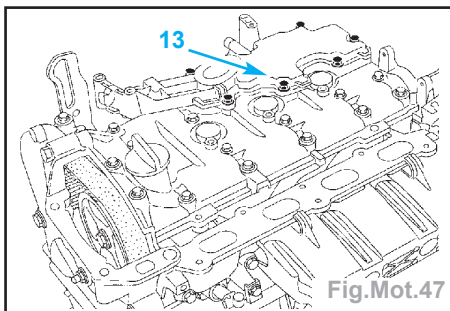

Fig.Mot.47
- Déposer le décanteur d'huile (13) (Fig. Mot.47).